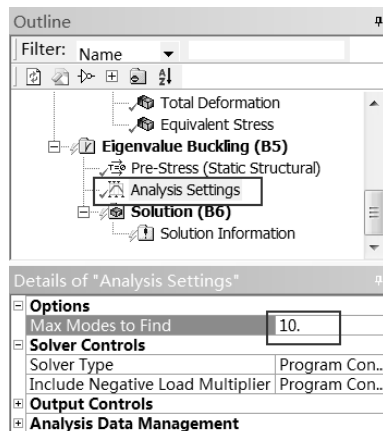

图 14-36 阶数设定
Step3: 如图 14-36 所示, 在 Outline (分析树) 中的 Eigenvalue Buckling (B5) Analysis Settings 选项上单击, 在出现的 Details of “Analysis Settings” 选项的 Options 中做如下更改。